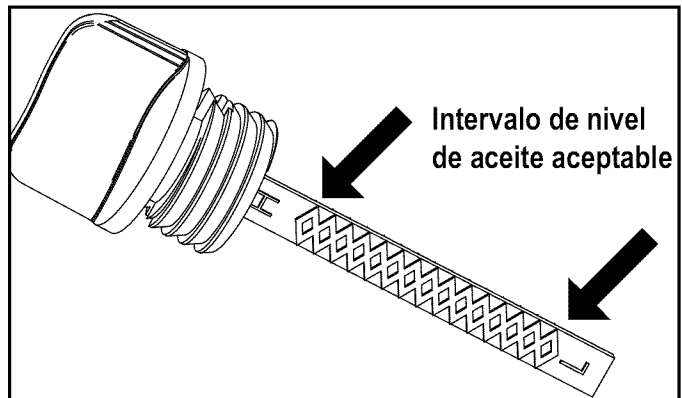

Figura 6-6. Varilla de medición
- Si el nivel es bajo, llene hasta que el nivel de aceite esté entre "L" y "H" en la varilla de medición (Figura 6-6).
4. Retire la tapa de llenado de aceite (Figura 6-6).